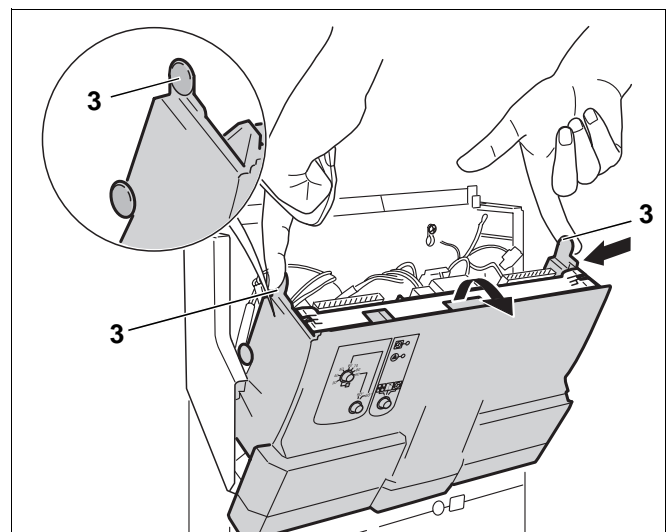

Abb. 2 Module tauschen
- Obere Noppen (Abb. 2, **Pos. 3**) auf beiden Seiten nach innen drücken und das Vorderteil mit dem Modul nach vorne schwenken.